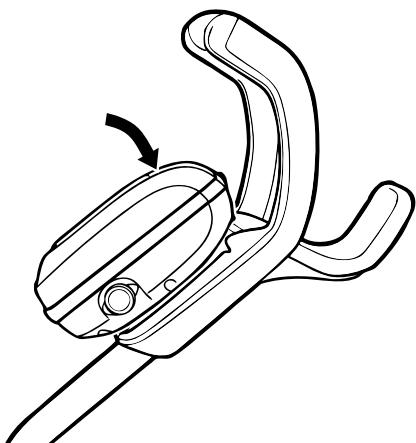

Figura 11. Coloque la unidad de control en el carrito
2. Presione la unidad de control en el gancho del carrito hasta que quede bien colocada y ja en su sitio (Figura 11).